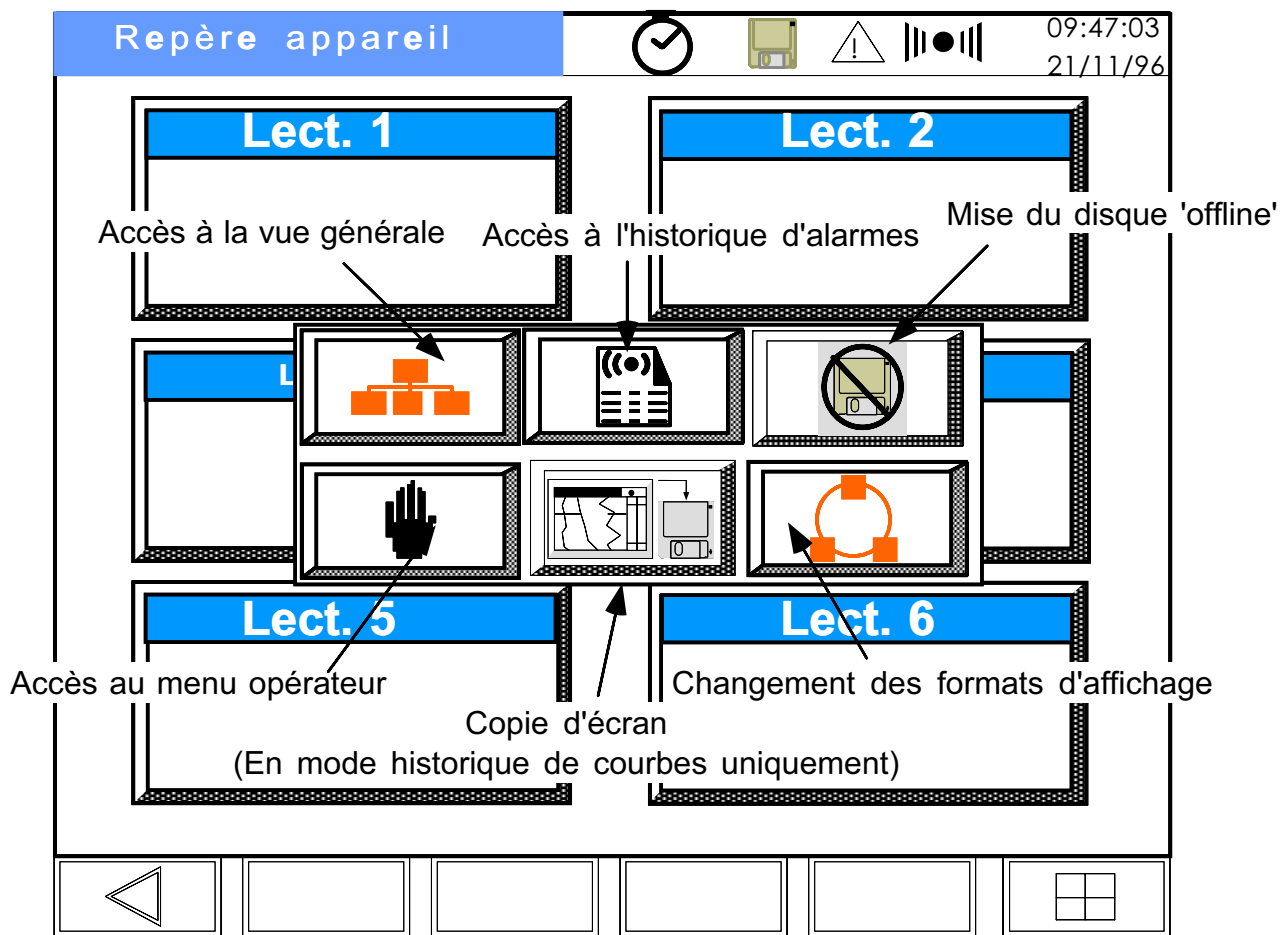

Figure 2.1.2 Touches de navigation
- Clavier Fait apparaître des touches tactiles qui permettent de se déplacer dans les vues. La figure 2.1.2 montre ces touches.